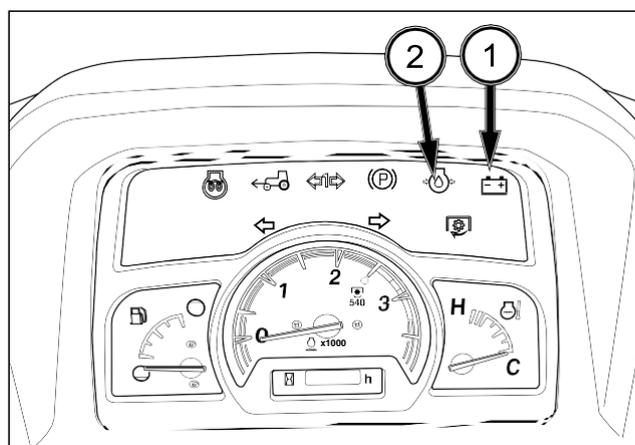

FIG. 4-3
FIG. 4-3: Los indicadores luminosos de la batería (1) y el indicador de presión de aceite del motor (2), situados en la banda de indicadores luminosos, deben apagarse cuando el motor arranca. Si uno de ellos permanece encendido, CORTE INMEDIATAMENTE EL MOTOR y busque el problema.